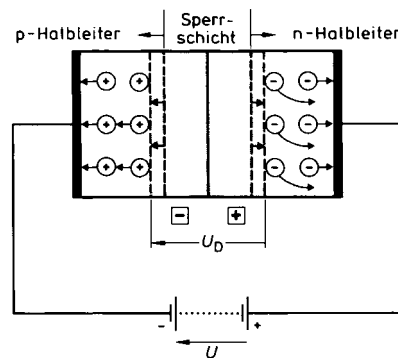

Abbildung 12: pn-Übergang in Sperrrichtung
**Sperrrichtung** Wird im pn-Übergang das interne Feld durch eine gleichgerichtete äußere Spannung verstärkt, so verbreitert sich die Verarmungszone. Aufgrund der Polarität der externen Spannung können auch keine Ladungsträger aus dem p- bzw. n-Gebiet in die Sperrschicht injiziert werden, der pn-Übergang sperrt den Stromfluss. Dieser Fall ist in Abb.12 gezeigt.